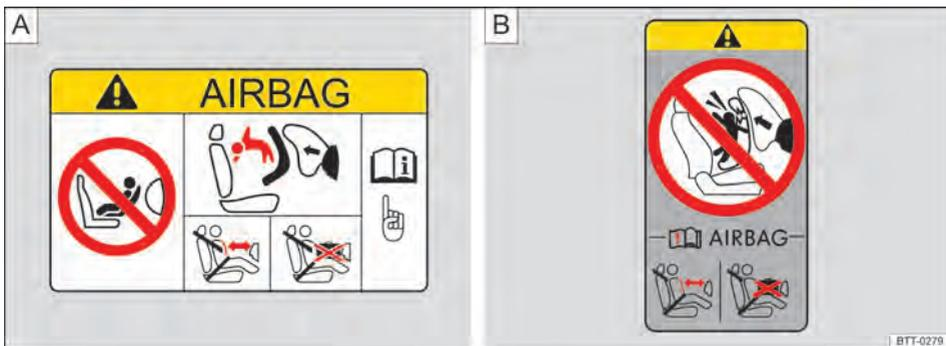

Fig. 73 Representação esquemática: etiqueta do airbag no para-sol (A) ou na coluna B (B).
- No para-sol do condutor e/ou do passageiro dianteiro \Rightarrow Fig. 73 .